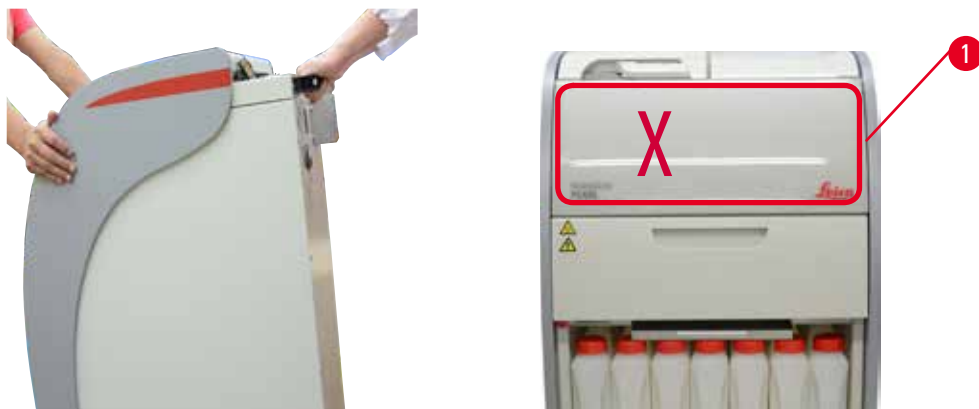

Рис. 5
- » При скатывании прибора с поддона один человек должен поддерживать его обеими руками за наружные верхние углы; другой человек должен надежно удерживать заднюю часть прибора обеими руками (→ "Рис. 5"). Не удерживайте прибор за хрупкую область блестящего плексигласа (→ "Рис. 5-1").